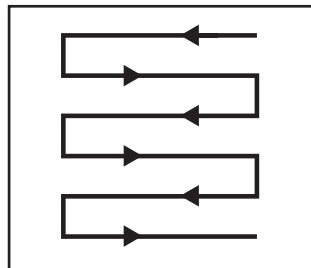

Fig. 15
5. Tunde în rânduri care se suprapun puțin. Tiparul cel mai eficient pentru tunderea gazonului este cel în linii drepte de-a lungul unei laturi. Astfel, rândurile rămân egale și tot gazonul este tuns fără a omite vreun loc (Fig. 15).
8. Golește în mod regulat coșul colector pentru iarbă (14).